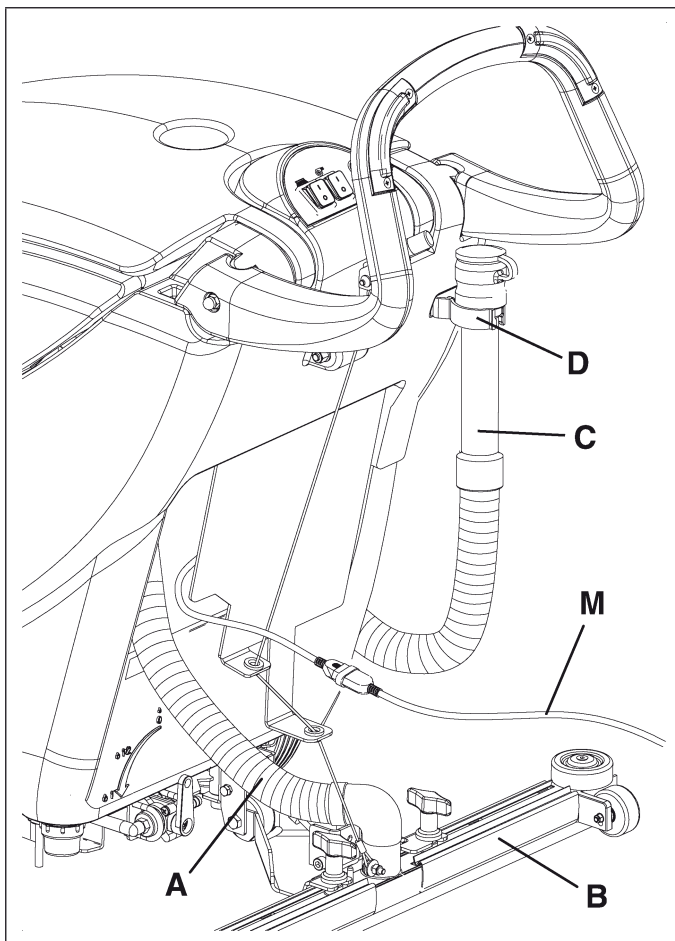

Figure 14
3. Controlar que el cable de alimentación (M, Fig. 14) esté desconectado de la red eléctrica.
4. Desconectar el tubo de aspiración (A, Fig. 14) de la boquilla (B).
5. Desconectar el tubo de descarga del agua de recuperación (C, Fig. 14) del soporte relacionado (D).